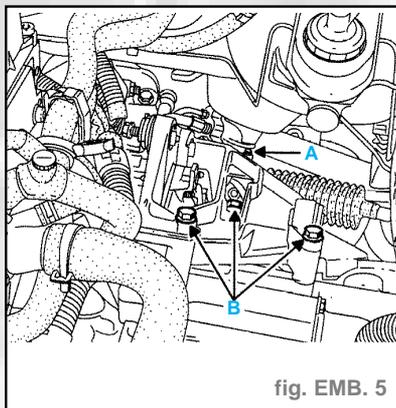

fig. EMB. 5
- Pour déposer le support de GEP, dévisser les trois vis de fixation (fig. EMB.5).
- Pour reposer le support de GEP, serrer la vis (A) au couple de 4daN.m, puis les vis (B) au couple de 6 daN.m (fig. EMB. 5).